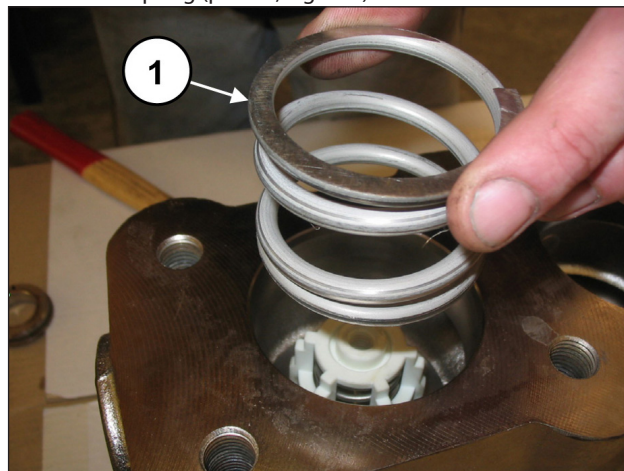

Fig. 102
Remove the spring (pos. ①, Fig. 102).